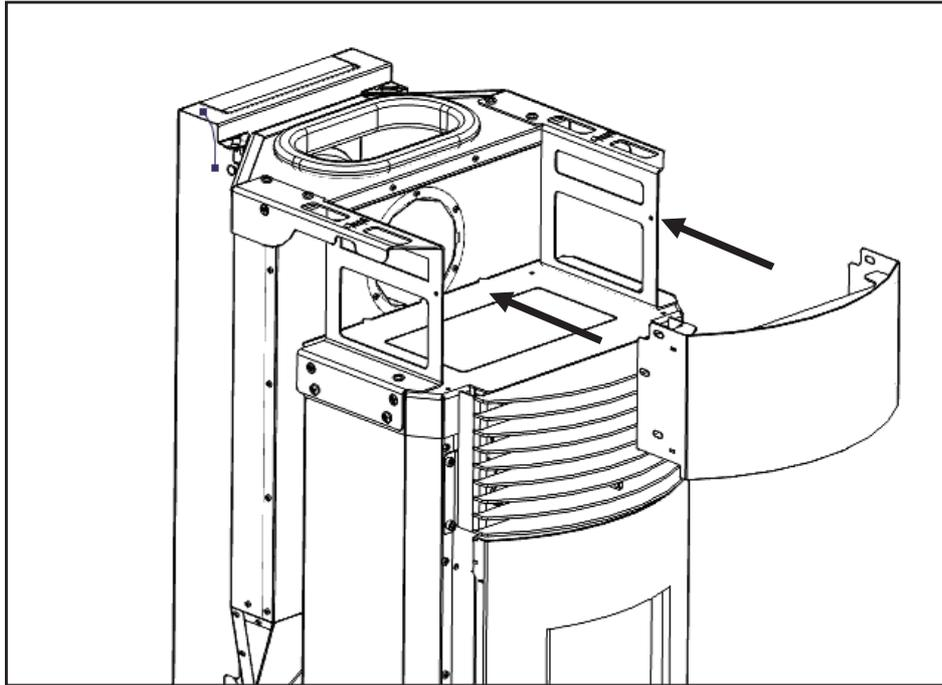

Figura 72 - Fijación frontal
b) Coloque la parte superior delantera como se muestra en la Figura 72, colocando las lengüetas de la parte delantera en la cara interna de la estructura.